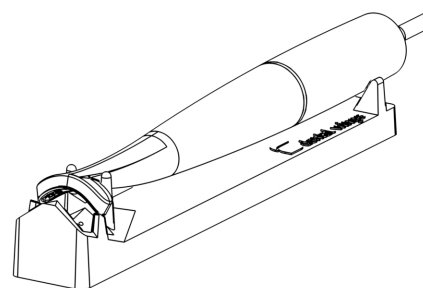

Figura 4: Usando a ferramenta de verificação de integridade
3. Posicione a peça de mão na ferramenta de verificação de integridade, assegurando que ambos os lados da cabeça estão totalmente sobre ela (Figura 4).